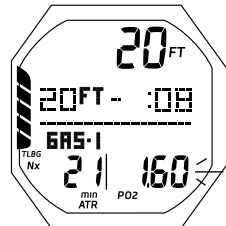

Abb. 93 - PO2 ALARM
- > Wenn PO2 1,60 erreicht, erklingt der Signalton und der PO2-Wert (1.6) mit dem Symbol blinken anstelle der Druckanzeige (Abb. 93).